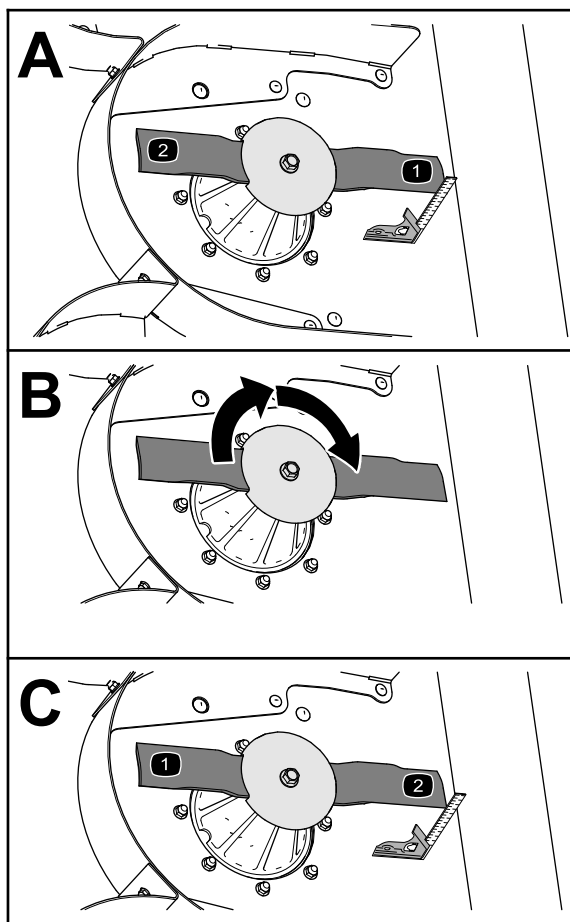

Figura 66
3. Utilizzate una squadra combinata per misurare la distanza tra l'area pulita del piatto di taglio e la punta del tagliente (**Figura 66**).
4. Ruotate la lama di 180° (Figura 66).
5. Misurate la distanza tra l'area pulita del piatto di taglio e la punta del tagliente (Figura 66).